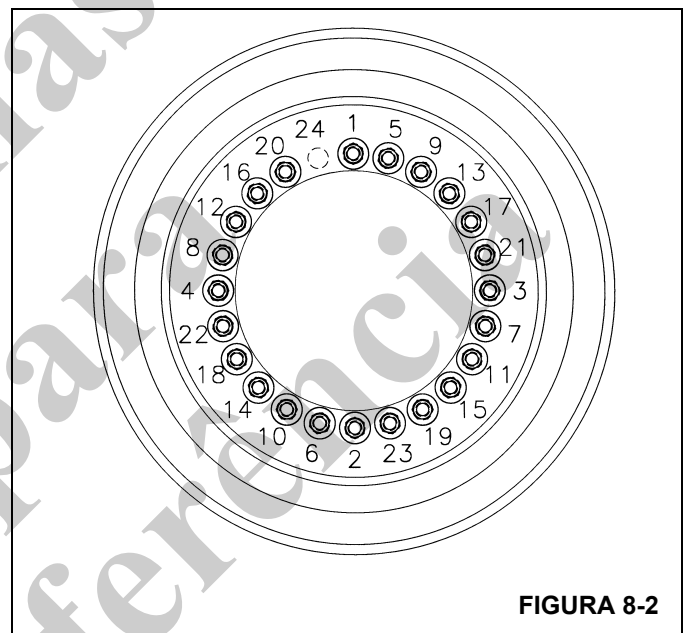

FIGURA 8-2
2. Posicione o conjunto de rodas nos prisioneiros de montagem. Instale as porcas parafuso e aperte-as com um torque de 68 Nm (50 lb-pé) na sequência mostrada na Figura 8-2.
4. Continue a apertar as porcas parafuso com um torque de 461 a 488 Nm (340 a 360 lb-pé) na sequência mostrada na Figura 8-2.